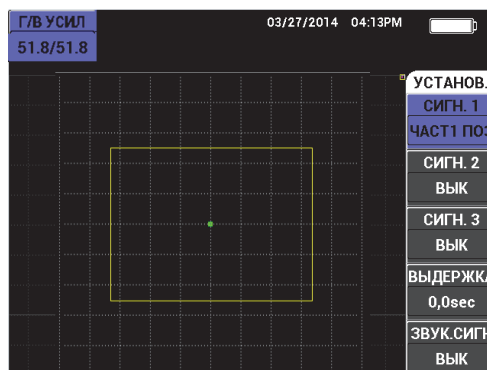

Рис. 5-3 Полярность сигнализации
2. С помощью ручки регулировки выберите полярность сигнализации: **ЧАСТ1 ПОЗ** – позитивная полярность. **ЧАСТ1 НЕГ** – отрицательная полярность (см. Рис. 5-3 на стр. 120).